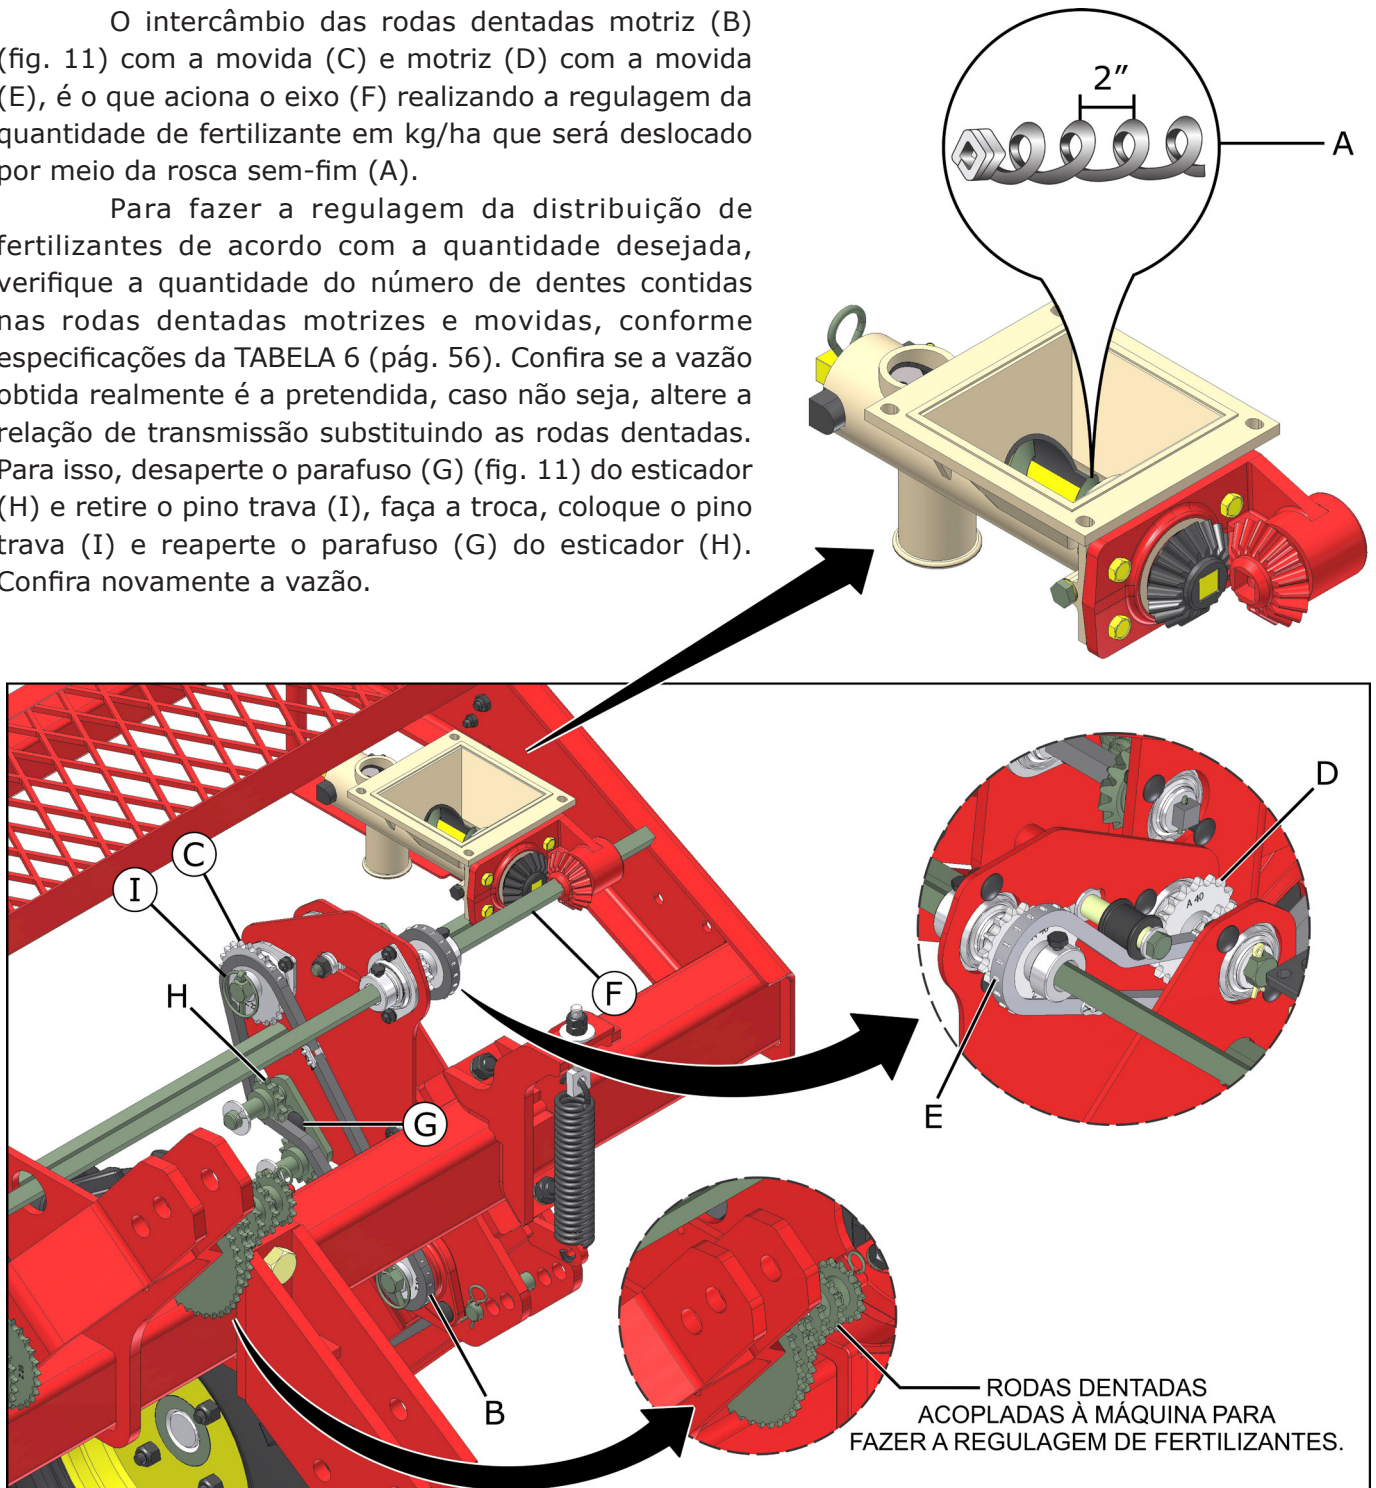

fig. 11
O intercâmbio das rodas dentadas motriz (B) (fig. 11) com a movida (C) e motriz (D) com a movida (E), é o que aciona o eixo (F) realizando a regulagem da quantidade de fertilizante em kg/ha que será deslocado por meio da rosca sem-fim (A).
Para fazer a regulagem da distribuição de fertilizantes de acordo com a quantidade desejada, verifique a quantidade do número de dentes contidas nas rodas dentadas motrizes e movidas, conforme especificações da TABELA 6 (pág. 56). Confira se a vazão obtida realmente é a pretendida, caso não seja, altere a relação de transmissão substituindo as rodas dentadas. Para isso, desaperte o parafuso (G) (fig. 11) do esticador (H) e retire o pino trava (I), faça a troca, coloque o pino trava (I) e reaperte o parafuso (G) do esticador (H). Confira novamente a vazão.